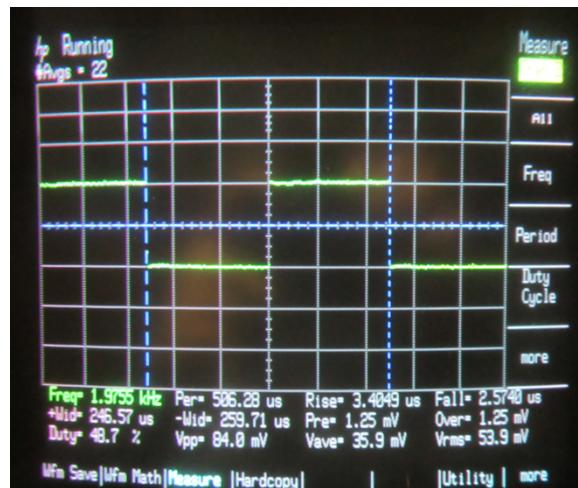
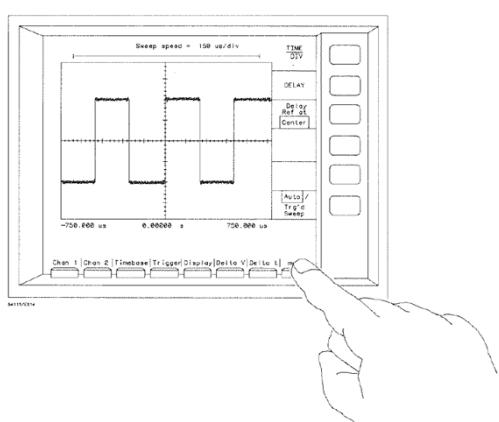

图 6. 54111D 自动显示测试信号的波形
图 7. 按最右边的〈More〉按钮
笔者按照节 2.1 – 节 2.3 描述各个步骤所做的 HP 54111D 实验结果见图 6.
- 1) 在显示被测波形的图 6 中按最右边的〈More〉按钮. (图 7)